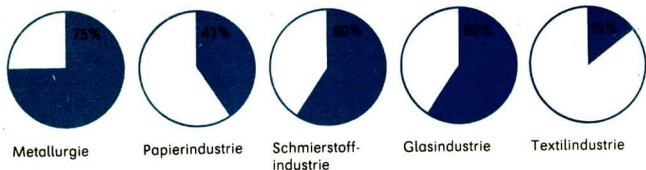

Abb. 105 Anteil wichtiger Sekundärrohstoffe am Rohstoffeinsatz bei der Herstellung einiger Stoffe
**Abfall wird zum Rohstoff.** In steigendem Maß werden Abprodukte der Industrie und Abfälle aus Haushalten nach einer entsprechenden Aufbereitung wieder als Rohstoffe eingesetzt. Gegenwärtig wird in einigen Bereichen der Volkswirtschaft unserer Republik der Rohstoffbedarf zu einem Teil durch Sekundärrohstoffe gedeckt (Abb. 105). Das Sammeln dieser Stoffe ist eine wichtige Aufgabe für alle Bürger. Wichtige Sekundärrohstoffe sind Metalle, insbesondere Eisenschrott sowie Altpapier, Altöl, Glas, Alttextilien, Altreifen und Plaste. ①
- ▶ In der chemischen Produktion wird die Stoffumwandlung bei der chemischen Reaktion zur Herstellung von Stoffen genutzt. ②
- ① Nenne Altstoffe, die im Haushalt anfallen und gesammelt werden sollen! Werte die Bedeutung dieser Tätigkeit anhand der Abbildung 105!
- ② Nenne 3 Beispiele zur Herstellung von Chemieprodukten durch Stoffumwandlung!